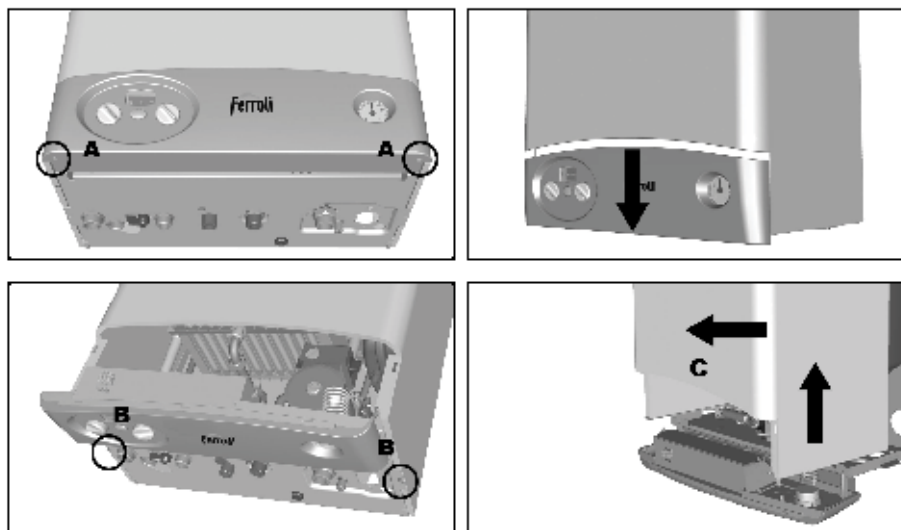

рис. 17 - Снятие кожуха
- 1.Отвинтите оба винта "А" (см. fig. 17).
2. Опустите панель управления (см. fig. 17).
4. Полностью отвинтите оба винта В (см. fig. 17).